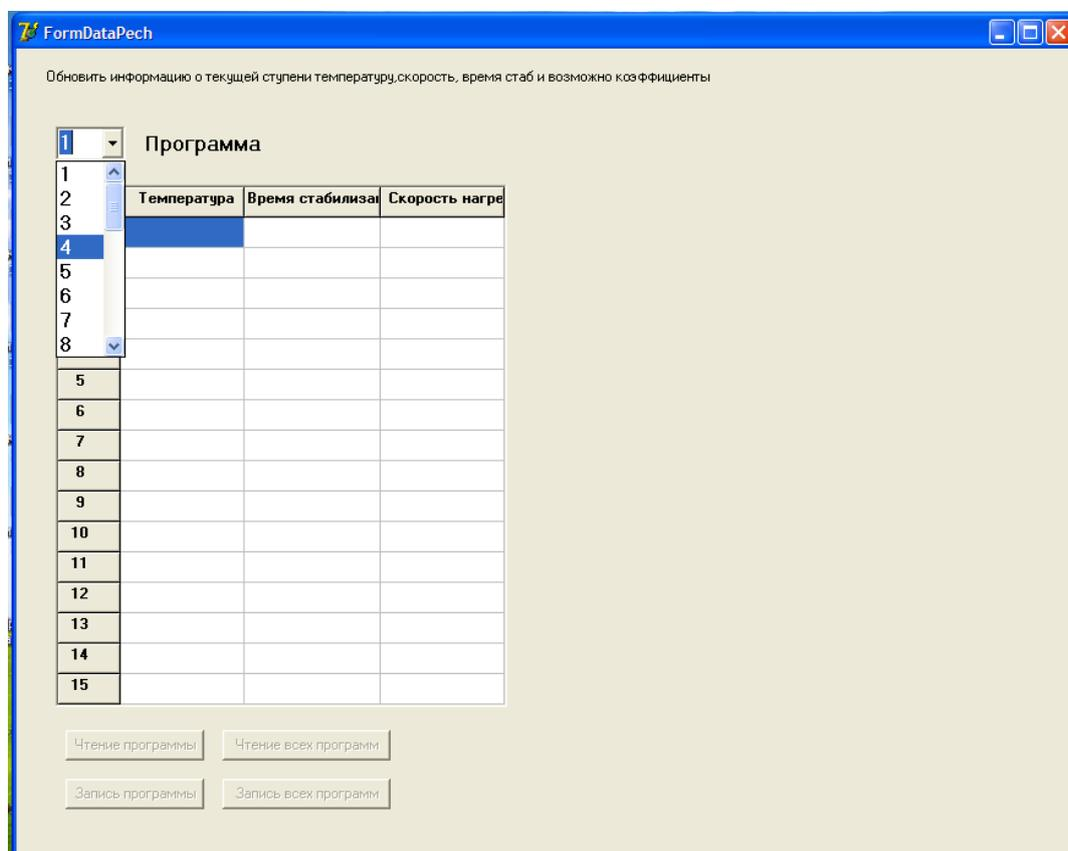

Рис. 7
4.10 Для выбора необходимой программы раскройте список программ и щелкните по выбранной программе. (рис. 7). Для примера выбрана программа №4.